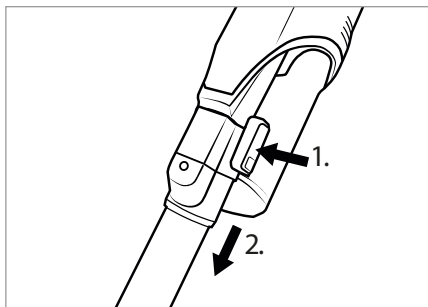

Fig. 11
- ♦ Per rimuovere il tubo di aspirazione **23** dall'apparecchio, tenere premuto il tasto di sblocco del tubo di aspirazione **24** e sfilare il tubo di aspirazione **23** dall'apertura di aspirazione dell'apparecchio (vedere fig. 11).